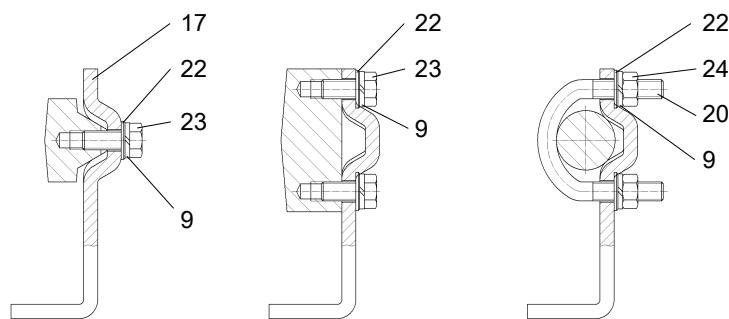
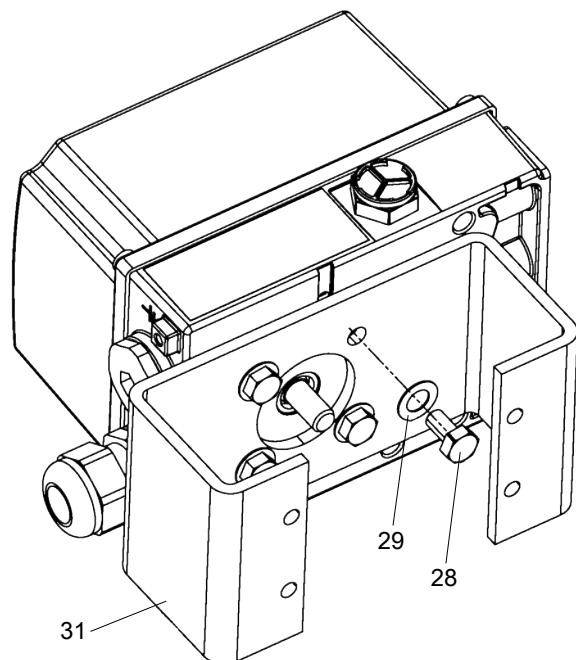

Abb. 13: Befestigung an verschiedenen Laternenarten
Abb. 14: Anbaukonsole
1. Abb. 13: VDI/VDE 3845-Anbaukonsole (31), antriebsspezifisch, Lieferumfang Antriebshersteller, an der Rückseite des Stellungsreglers aufsetzen und mit Sechskantschrauben (28) und Sicherungsscheiben (29) festschrauben.
2. Vierkantmutter (32) in das Kupplungsrad (25) einsetzen, Innensechskantschraube (33) in die Vierkantmutter (32) einschrauben.
3. Abb. 14: Kupplungsrad (25) bis Anschlag auf Stellungsreglerachse schieben, etwa 1 mm zurückziehen und Innensechskantschraube (33) mit dem mitgelieferten Innensechskantschlüssel (34) festziehen.